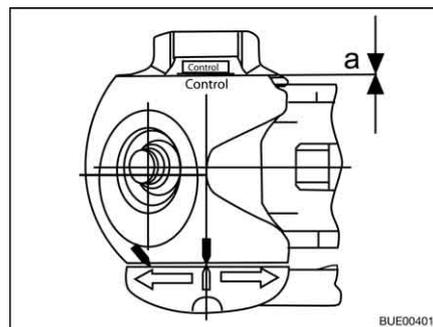

Fig. 202 Contrôle d'usure
- Distance $a = 0$ (Fig. 202) : Contrôler les garnitures de friction et au besoin les changer.